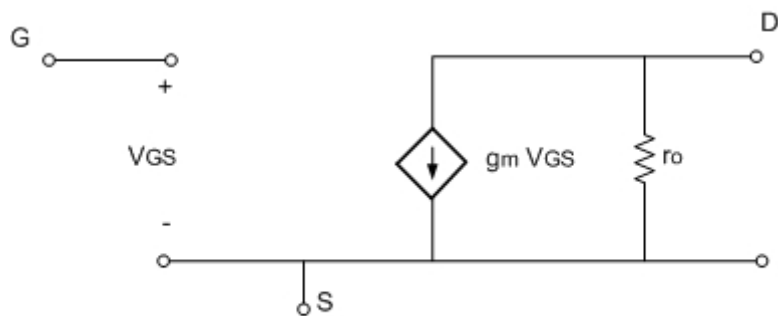

Figura 10
11. Observe a figura 10.
O esquemático da figura 10 representa um